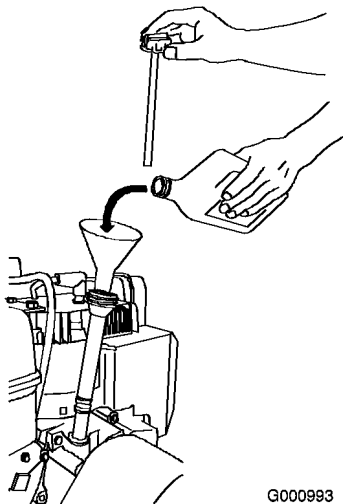

Bild 12
1. Nehmen Sie den Peilstab heraus und füllen Sie das Öl **langsam** in den Einfüllstutzen ein, um den Ölstand auf die Vollmarke am Peilstab anzuheben. **Nicht überfüllen** (Bild 12).